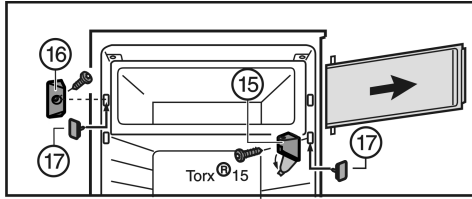

Fig. 6
- Yatak mesnedindeki Fig. 6 (15) kapağı açın.
- Yatak mesnedini Fig. 6 (15) raf kapısıyla birlikte sökün.
- Kapatma parçasını Fig. 6 (16) sökün.
- Boşalan delikleri birlikte verilen tapalarla Fig. 6 (17) kapatın.